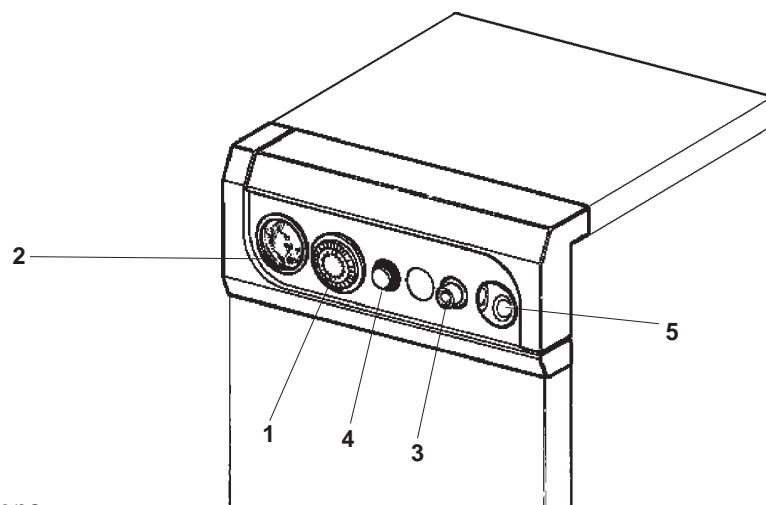

Рис. 1
#### Предохранительный термостат с ручной настройкой 3 (рис. 1)
#### Регулирующий термостат котла 5 (рис.1)
- 2) Установите на термостате 5 (см. рис.1) желаемую температуру.
- 3) Включите котел в сеть и нажмите выключатель 4 (рис. 1) на щитке управления.
Для кратковременного выключения котла достаточно нажать выключатель 4 (рис. 1) на командной панели.